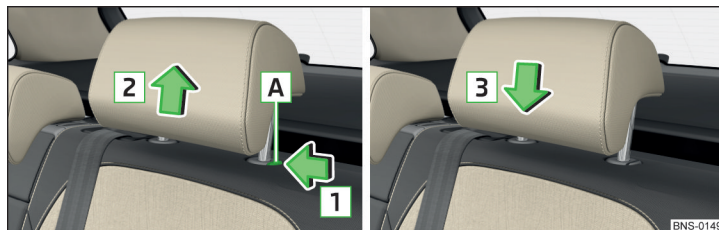

Fig. 101 Demontarea/montarea tetierei de pe rândul al doilea de scaune
- Mențineți apăsată tasta de siguranță **A** în direcția săgeții **1** și scoateți tetiera în direcția săgeții **2** » **fig. 101**.